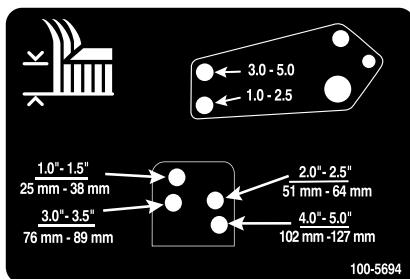

Рисунок 23
10. Совместите отверстия тяг демпферов с выбранными отверстиями кронштейнов высоты скашивания в раме деки газонокосилки, вставьте шплинтируемые штифты и зафиксируйте их игольчатыми шплинтами (Рисунок 23).